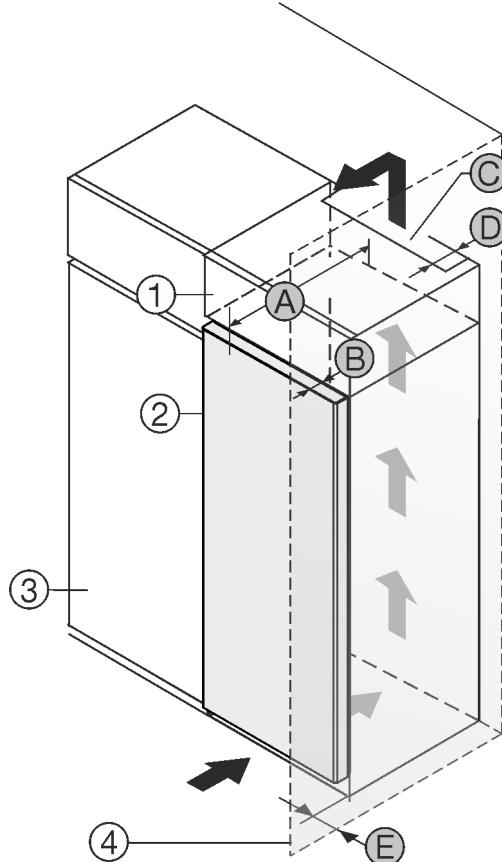

Fig. 1
- (3) Kuchynská skriňa *
- (D) Vzdialenosť zadnej strany zariadenia *
- (4) Stena *
- (E) Vzdialenosť od boku zariadenia *
- (A) Hĺbka zariadenia *
Zariadenie môžete inštalovať priamo vedľa kuchynskej skrine Fig. 1 (3).*
Na zadnej strane nadstavnej skrine musí byť vetracia šachta s hlbkou Fig. 1 (D) cez celú šírkú nadstavnej skrine.*
Pod stropom miestnosti sa musí dodržať prierez vetracieho otvoru Fig. 1 (C).*
Ak zariadenie nainštalujete so závesmi vedľa steny Fig. 1 (4), tak vzdialenosť medzi zariadením a stenou musí byť minimálne 13 mm.*
Ak zariadenie nainštalujete so závesmi vedľa steny Fig. 1 (4), tak vzdialenosť medzi zariadením a stenou musí byť minimálne 20 mm.*
Aby ste mohli dvere úplne otvoriť, zariadenie musí vyčnievať o hlbku dverí Fig. 1 (B) prednej časti kuchynskej skrine. V závislosti od hlbky kuchynských skriň Fig. 1 (3) a použitia dištančných držiakov na stenu môže zariadenie prečnievať ešte viac.*